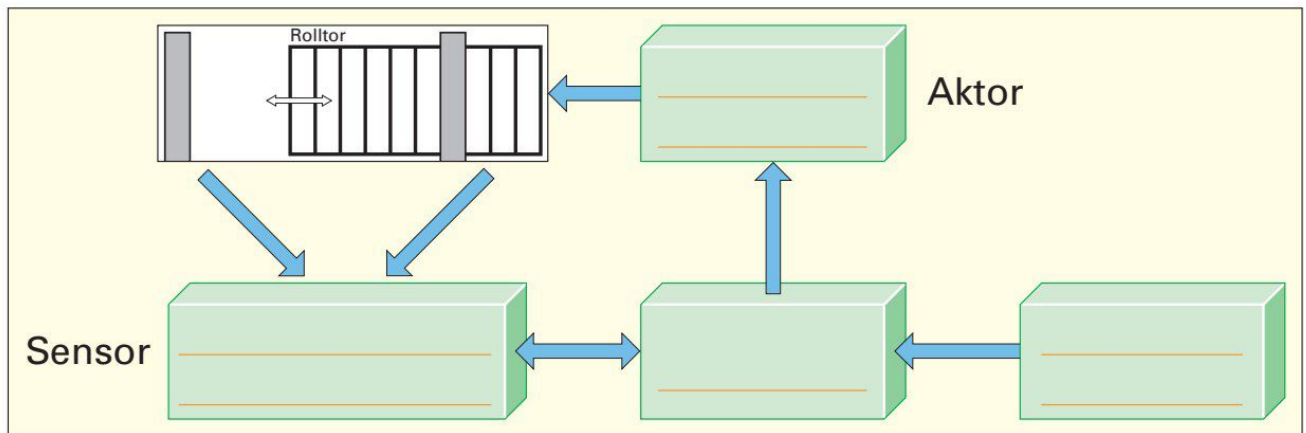

Bild 1: Blockschaltbild
2. Vervollständigen Sie das Blockschaltbild (**Bild 1**), das den Zusammenhang der Komponenten **Motor, Steuerung, Bedienung** und **Sensorik** darstellt.